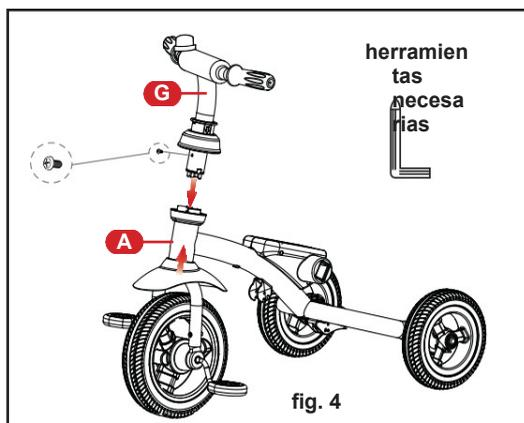

fig. 4
10. Retire el tornillo de la **dirección barra (G)**.
11. Coloque el vástago del manillar en el tubo del cuadro de manera que las aberturas de los tubos del manillar y del cuadro coincidan (fig. 4)